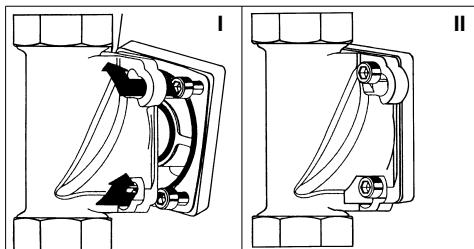

Fig. 7 : Bride rotative avec baïonnette
- Le présenter sur la bride rotative de montage de manière à ce que les têtes de vis traversent les alésages à baïonnette (cf. fig. 7 I).
- Serrer bien à fond les quatre vis cylindriques M6x25 (cf. fig. 7 II).
- Relier le côté bride de l'adoucisseur repéré par un « G » sur la vanne de dérivation à la bride de raccordement de l'adoucisseur d'eau en le présentant sur la bride rotative de montage de manière à ce que les têtes de vis traversent les alésages à baïonnette (cf. fig. 7 I).